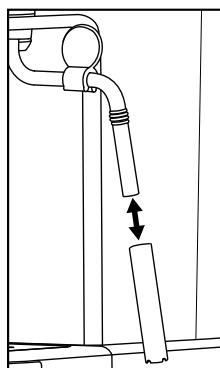

Figure 4
- 1) Tenez un récipient vide sous le mousseur à lait ⑩.
- 2) Juste après utilisation, tournez le régulateur de vapeur ⑦ sur «+» et laissez s'échapper la vapeur quelques secondes.
- 3) Fermez le régulateur de vapeur ⑦ (tournez jusqu'à la butée dans le sens «→»), arrêtez l'appareil et débranchez la fiche secteur.
- 5) Retirez la gaine du mousseur à lait ⑩ (figure 4) et la nettoyer soigneusement à l'eau chaude.
- 7) Glissez à nouveau la gaine sur la buse (figure 4).